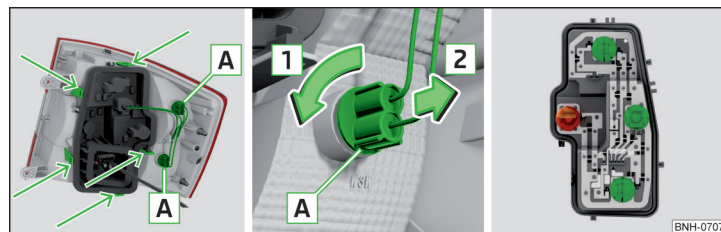

Fig. 276 Partea exterioară a lămpii/Scoaterea becului/Suportul de lampă
- › Rotiți soclul, împreună cu becul cu incandescență **A** în sensul săgeții **1** » fig. 276.
- › Deblocați soclul becului în zonele marcate cu săgeți » **fig. 276** și scoateți-l din lampă.